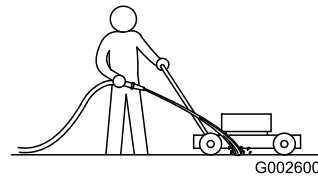

Bild 31
1. Lassen Sie den Motor auf einer flachen, befestigten Oberfläche laufen und sprühen Sie Wasser vor das rechte Hinterrad (Bild 31).